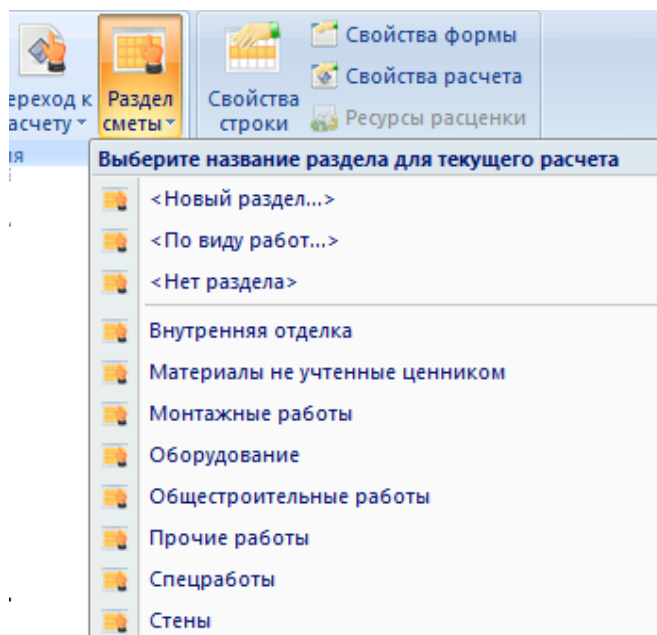

Рис. 3.6 Выбор названия раздела
- Щелкнуть мышью по любой строке таблицы затраты. При помощи команды **Раздел Сметы** (рис. 3.6), расположенной на вкладке **Главная**, выбрать из списка нужное наименование.